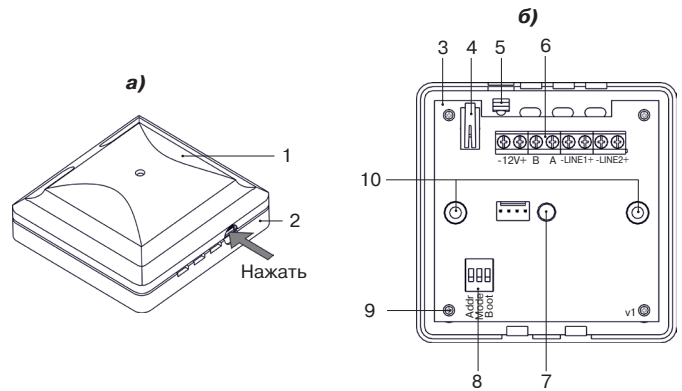

Рисунок 1 – Конструкция КАШ-485
Координатор состоит из крышки корпуса (1) и основания корпуса (2) с установленной печатной платой (3). Крышка фиксируется на основании защелкой (5). Для освобождения крышки, следует нажать защелку (рис. 1а).
- Снимите крышку координатора, отжав отверткой защелку крышки через отверстие в основании координатора (рис. 1а).
- Закрепите основание на монтажной поверхности шурупами через отверстия (рис. 1б), поз. 10).